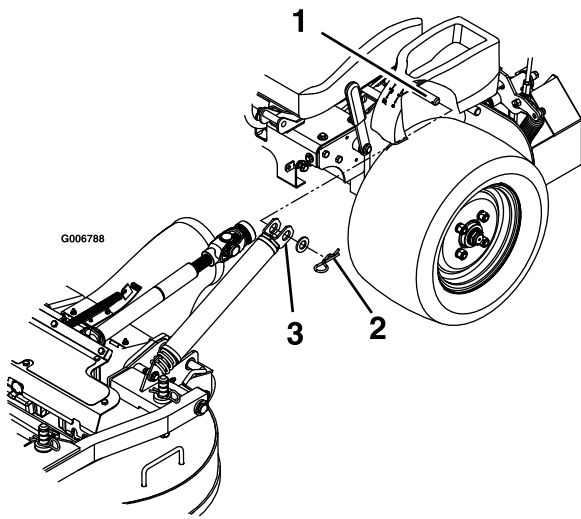

Figure 69
8. Placez des ressorts sur les goupilles d'ancrage sur les consoles gauche et droite, et fixez-les avec une rondelle et une goupille fendue (Figure 69).